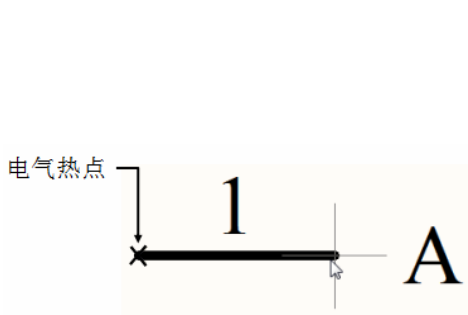
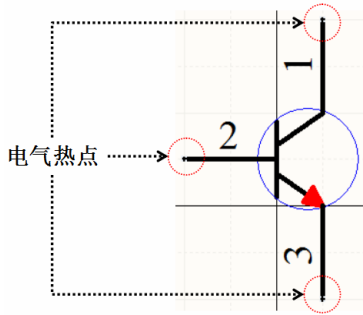

图 18-17 引脚电气热点
图 18-18 最终的元件 NPN1
(7) 放置元件引脚。
① 单击 Utility Tools 子工具栏上的  按钮或者连按两下 P 键，进入放置引脚状态，光标上会附着一个浮动引脚，引脚的一个端点上有“×”符号，该端点为电气热点，用来连接外部导线，放置时应使得该引脚端点朝向离开元件体的一侧，如图 18-17 所示。
② 按下 Tab 键打开引脚属性对话框，在 Display Name（显示名称）栏位输入 C，取消后面的 Visible 复选框，在 Designator（引脚编号）栏位输入 1，在 Length（引脚长度）栏位输入 20，设置完毕后，单击 OK 按钮关闭对话框。移动引脚位置，在移动过程中，按下 Space 键可以旋转引脚方向，最终将该引脚与三极管 C 极相连。
③ 继续放置第二和第三个引脚。第二个引脚的 Display Name（显示名称）为 B，取消后面的 Visible 复选框，Designator（引脚编号）为 2，Length（引脚长度）为 20；第三个引脚的 Display Name（显示名称）为 E，取消后面的 Visible 复选框，Designator（引脚编号）为 3，Length（引脚长度）为 20。三个引脚最终放置的位置如图 18-18 所示。